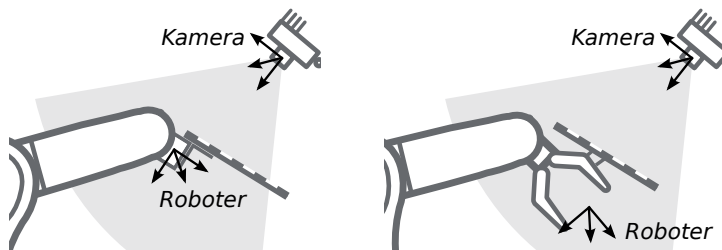

Abb. 6.18: Alternative Montageoptionen für die Befestigung des Kalibriermusters am Roboter
**Kalibrierung eines statisch montierten Sensors** In Anwendungsfällen, bei denen der *rc\_visard* statisch verglichen zum Roboter montiert wird, muss das Kalibriermuster, wie im Beispiel in Abb. 6.17 und Abb. 6.18 angegeben, angebracht werden.
**Hinweis:** Für das Modul zur Hand-Auge-Kalibrierung spielt es keine Rolle, wie das Kalibriermuster in Bezug auf das benutzerdefinierte *Roboter*-Koordinatensystem genau angebracht und positioniert wird. Das bedeutet, dass die relative Positionierung des Kalibrierusters zu diesem Koordinatensystem weder bekannt sein muss, noch für die Kalibrierroutine relevant ist (siehe in Abb. 6.18).